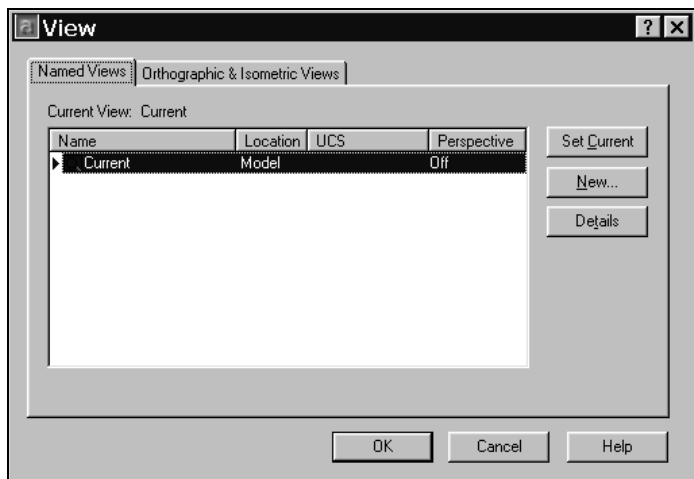

Рис. 9.1. Диалоговое окно **View**, вкладка **Named Views**
2. Открыть диалоговое окно **View** (Вид) (рис. 9.1), выбрав в меню **View | Named Views** (Вид | Именованные виды).